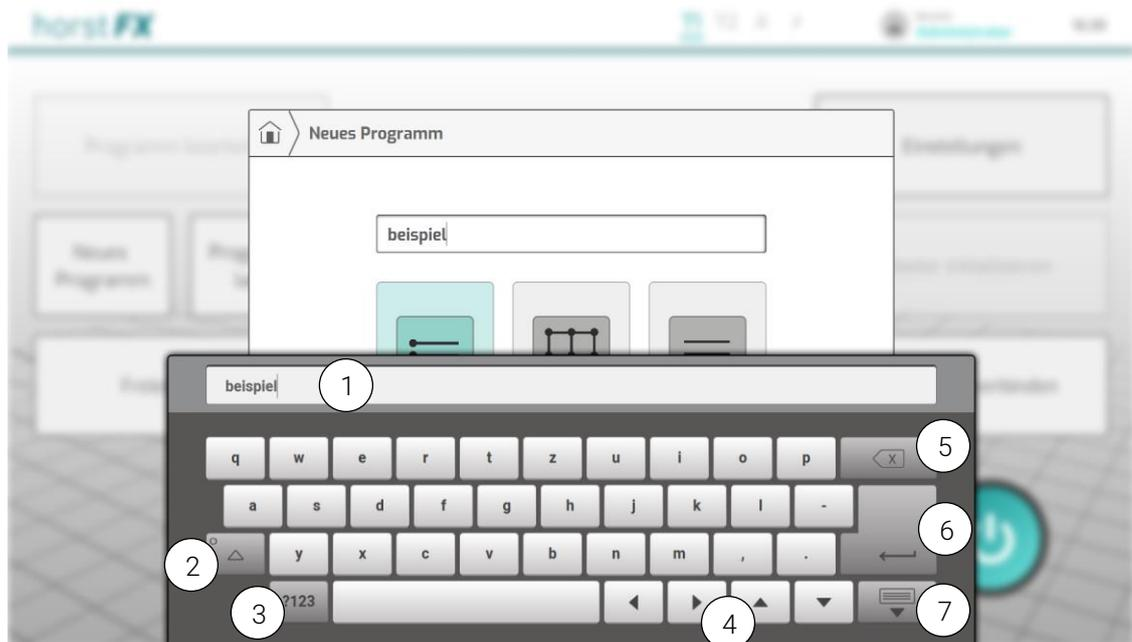
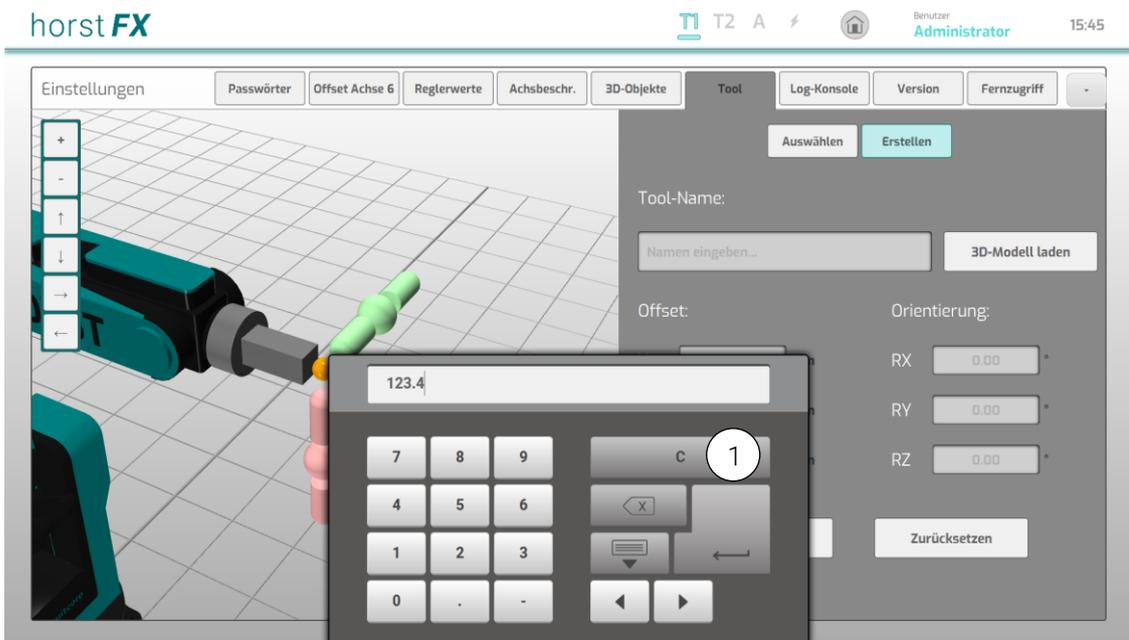

Abb. 3-5: Bildschirmtastatur für textuelle Eingaben
Abb. 3-7: Bildschirmtastatur für numerische Eingaben
Wenn in der Software (horstFX) Eingaben vorgenommen werden müssen, wird dies durch eine Bildschirmtastatur ermöglicht. Es gibt die Standard-Bildschirmtastatur für textuelle Eingaben (s. Abb. 3-5) und eine kleinere Bildschirmtastatur für die Eingabe von numerischen Werten (s. Abb. 3-7). Je nach Typ des Eingabefeldes erscheint automatisch die richtige Bildschirmtastatur.
Die Tasten der numerischen Bildschirmtastatur besitzen die gleiche Funktionalität wie die Tasten der Standard-Bildschirmtastatur. Sie hat lediglich eine weitere C-Taste, mit welcher die komplette Eingabe gelöscht werden kann (s. Abb. 3-7, (1)).